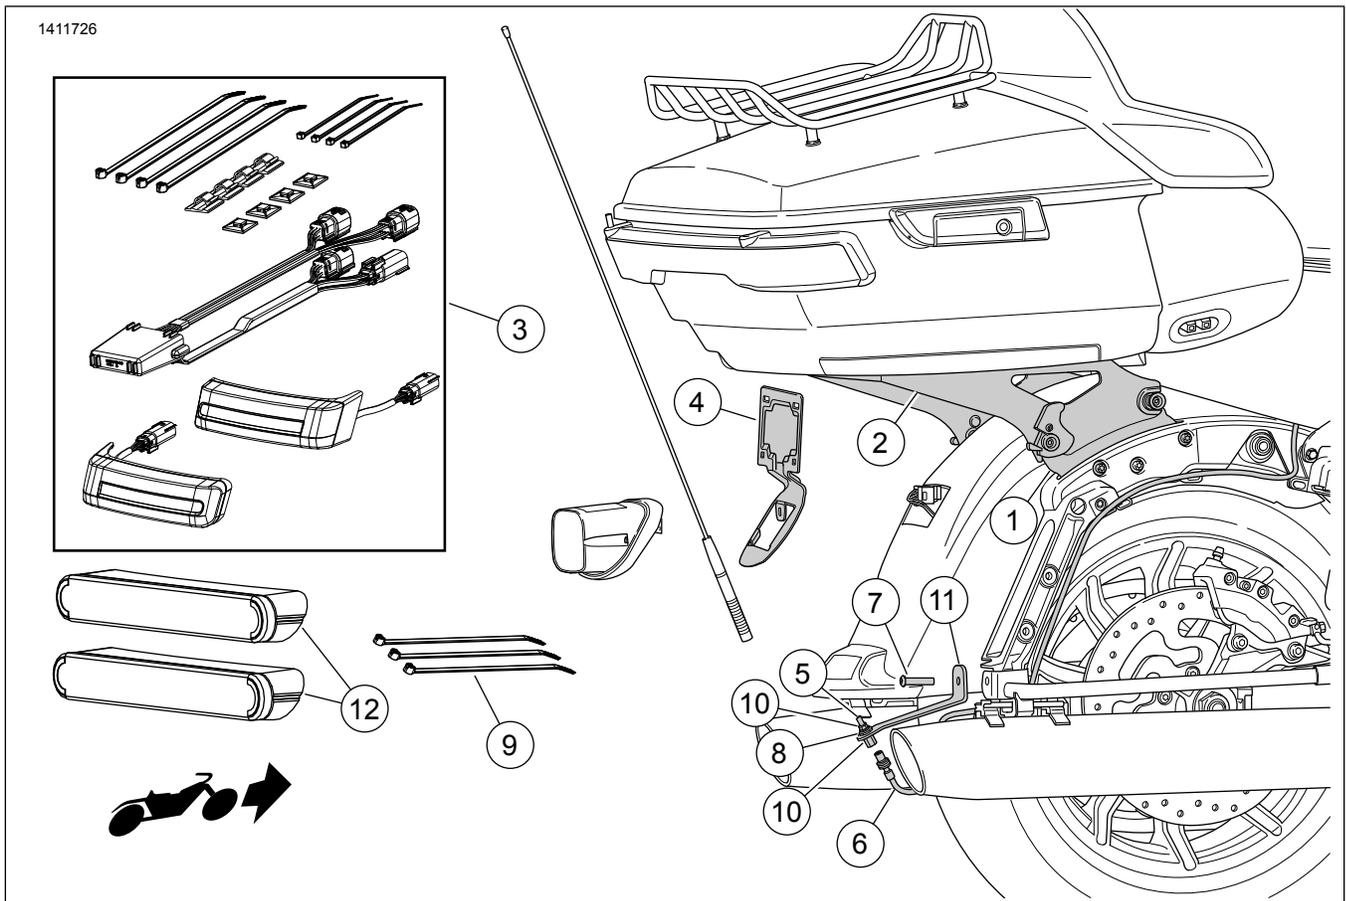

Figura 1. Conteúdo do kit: Suporte de montagem Tour-Pak destacável
1. Ver Figura 1 . Instalar o kit de encaixe de hardware (1) conforme as instruções **nesse** kit.
2. Instalar o Kit de lâmpada LED para andar/travar/voltar do alforje (3) conforme as instruções **nesse** kit.
- e. Instalar o mastro da antena base (montagem conjunta) (6) na extensão de cabo de antena.
Ver Figura 1 . Marque a localização do refletor (12).